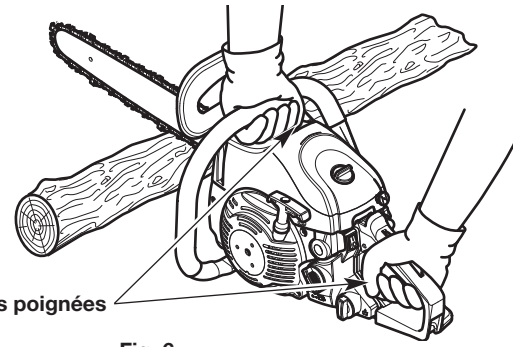
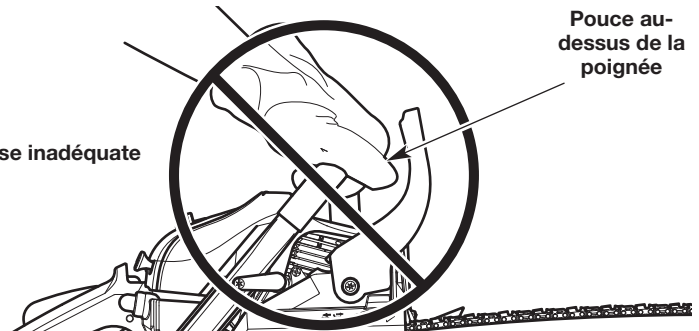

Fig. 6
Fig. 7
- Encerchez fermement la poignée avec tous les doigts de la main (Fig. 6). Cela permettra de réduire le risque de perte de contrôle de l'appareil en cas de rebond. Toute prise avec le pouce et les doigts du même côté de la poignée est dangereuse (Fig. 7).